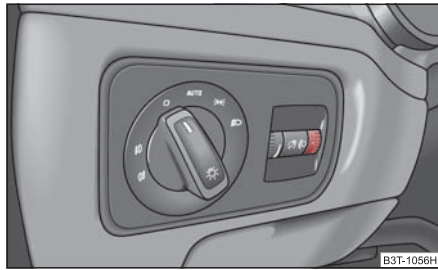

Abb. 59 Schalttafel: Leuchtweitenregulierung
- Drehen Sie den Drehregler ⇒ Abb. 59, bis das Abblendlicht so eingestellt ist, dass andere Verkehrsteilnehmer nicht geblendet werden.